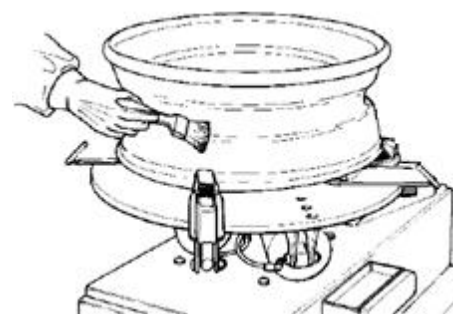

Figura 17
- Siga os cuidados gerais, lubrificando o aro e os talões antes da montagem do pneu (Figura 17);